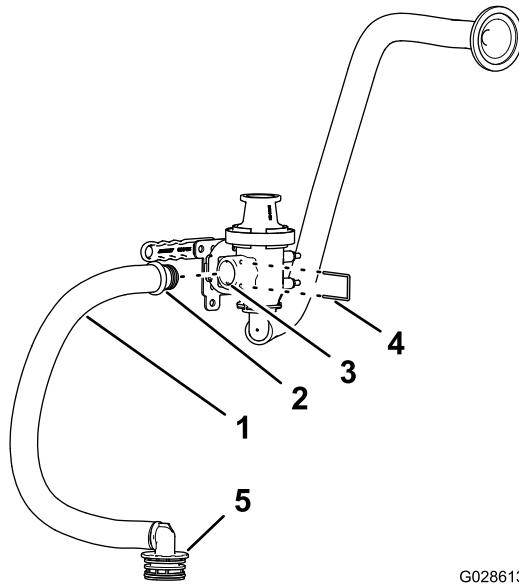

Figure 19
5. Placez le raccord droit du flexible de dérivation du mélangeur dans l'orifice latéral de la vanne de mélange (Figure 19).
6. Fixez le raccord droit à la vanne à l'aide du dispositif de retenue (Figure 19).